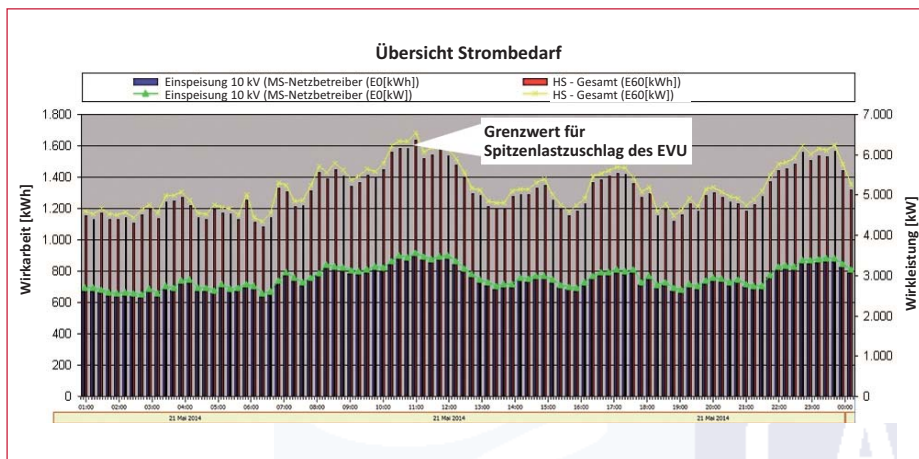

Abb. 3 Mit dem Energiemanagementsystem kann z.B. der Stromverbrauch einer Spitzenlastanalyse unterzogen werden
- Bereiche mit höchsten Verbräuchen aufzuspüren (Abb. 3);